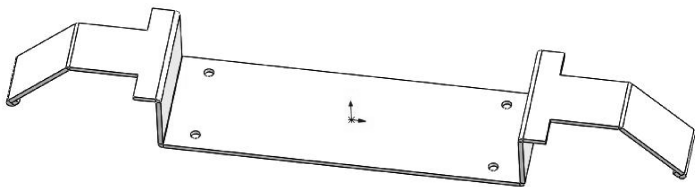

图 6-55 创建切除安装孔
- 10 切除安装孔。单击【特征】选项卡中的【拉伸切除】按钮，在弹出的【拉伸切除】属性面板中选择【给定深度】切除方式，并勾选【与厚度相等】复选框，完成安装孔的切除，如图6-55所示。